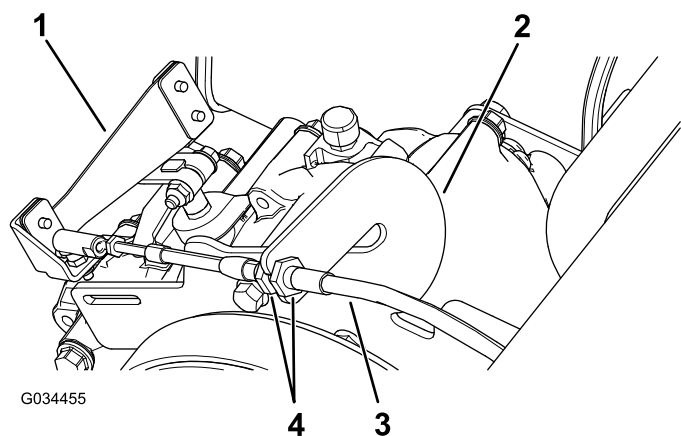

Figura 60
1. Afloje las contratueras del cable del cambio de marchas y ajústelas según sea necesario (Figura 60).
- Compruebe la posición del cambio de marchas girando el selector de marchas a las 3 posiciones diferentes y compruebe si la palanca de cambios (Figura 60) se desplaza correctamente al cambiar de marcha; consulte Palanca de cambios e indicador del cambio de marchas (página 11).